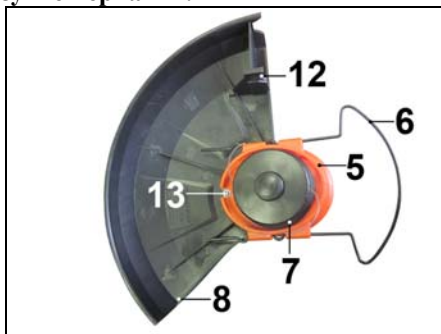

Рис. 3.
6.1. Установка защитного кожуха (Рис.3).
6.2. Установка упора (Рис.3).